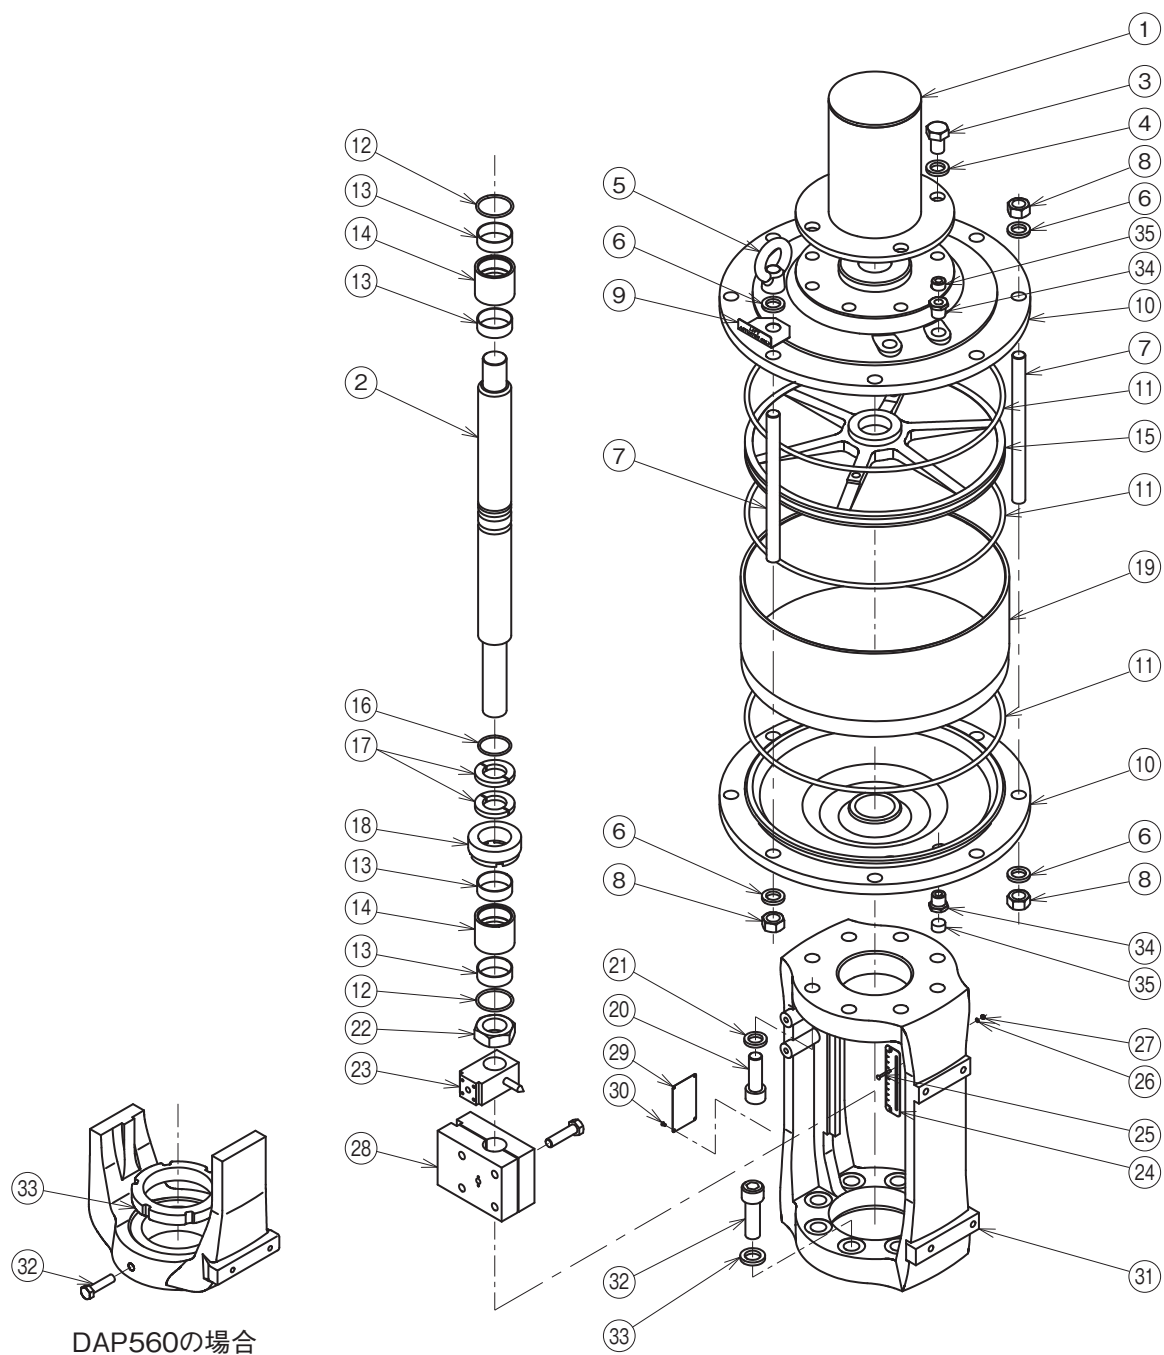
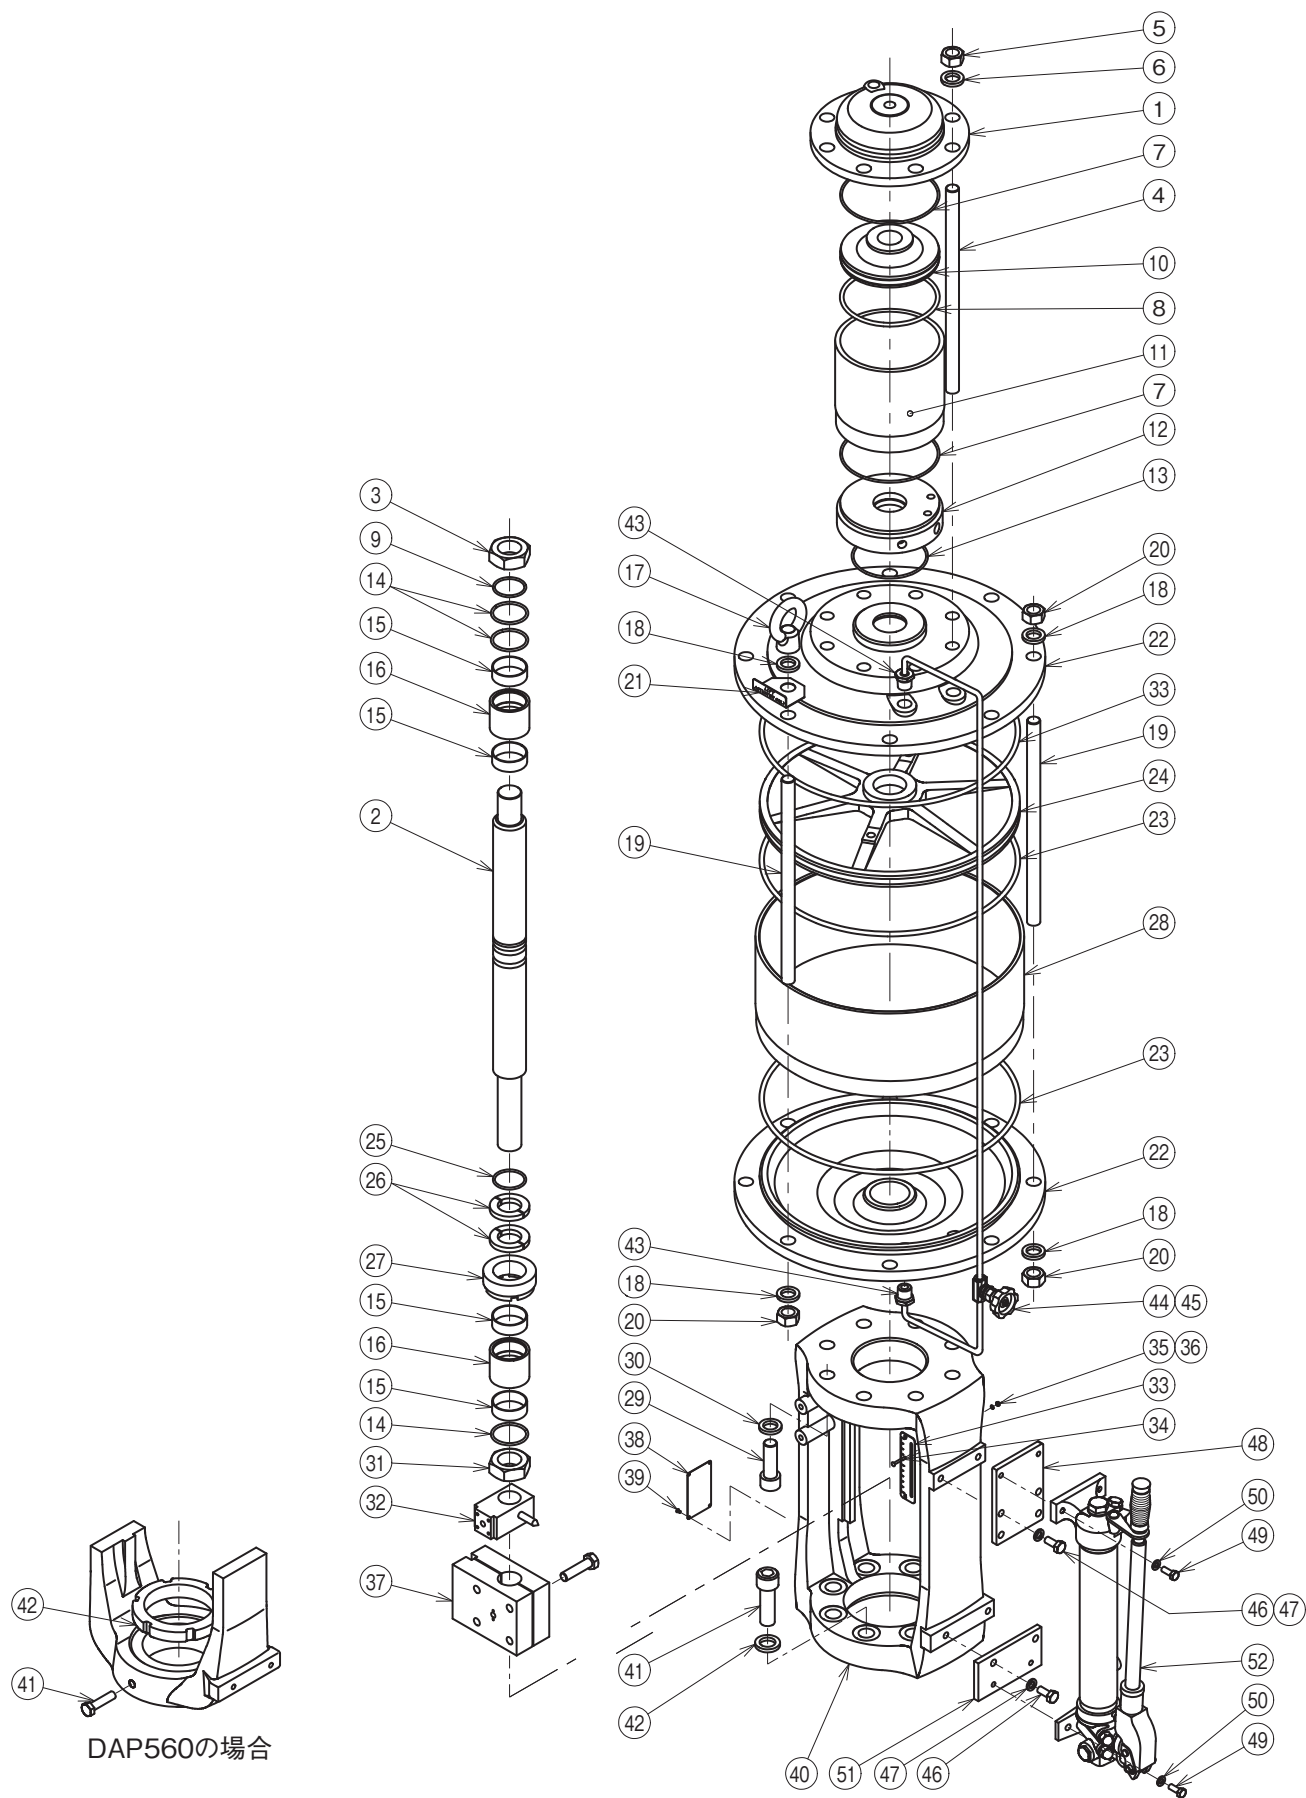

図 5 DAP (SHM 無) 構成部品展開図
図6 DAP (SHM 付) 構成部品展開図
操作器上部の M20 のアイナット図 5：(5)、図 6：(17) は操作器単体吊り上げの場合に限って利用できますが、弁本体部を組み付けたままでの吊り上げはできません。危険ですので操作器単体以外の吊り上げには使用しないでください。
### 2-2 操作器の分解 (図 5、図 6 参照)
## 2-2-1 SHM 無の場合（図 5 参照）
## 2-2-2 SHM 付の場合（図 6 参照）